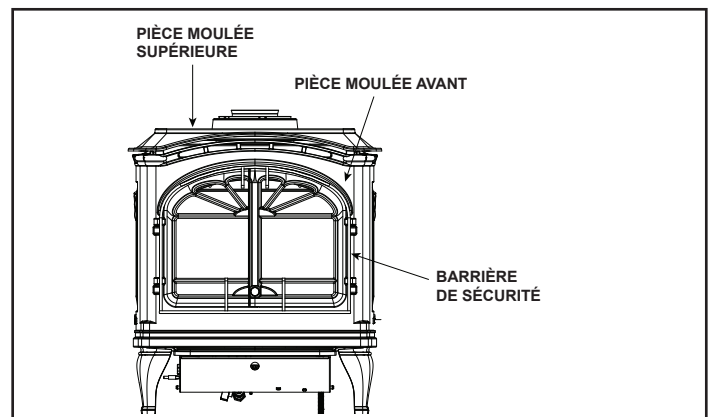

Figure 4.1 Retirer la pièce moulée
- Retirez la pièce moulée avant en la saisissant par le sommet et en la soulevant. Si le poêle est déjà installé avec une évacuation des gaz par le haut, la pièce moulée supérieure devra être légèrement soulevée pour accommoder le retrait de la pièce moulée avant. Voir la Figure 4.1. Mettre de côté la pièce moulée avant sur la surface de travail préparée.